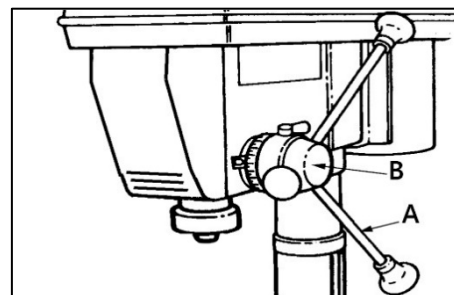

Рисунок 8.
Прикрутите три ручки (A) (рис. 8) в резьбовые отверстия на рукоятке (B) перемещения шпинделя.